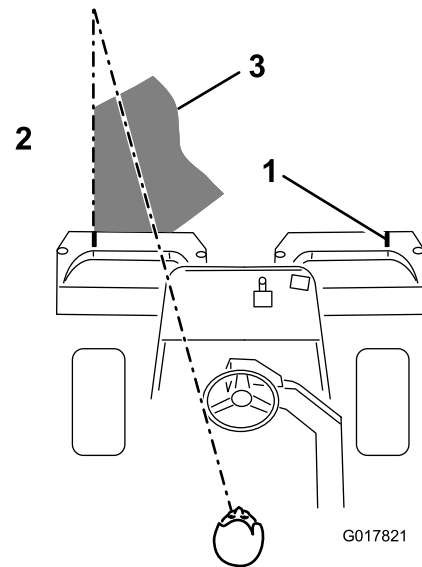

Figura 38
3. Sobreponha uma quantidade mínima com o corte anterior nas passagens adicionais. Para cortar em linha recta ao longo do relvado e de modo a conseguir manter uma distância equitativa entre a extremidade da zona de corte anterior, estabeleça uma linha imaginária de aproximadamente 1,8 a 3 metros à frente da máquina até a extremidade da zona por cortar (Figura 38). Alguns utilizadores acham útil incluir a borda exterior da roda motriz na linha imaginária; por exemplo, mantenha a extremidade da roda motriz alinhada com um ponto que se mantém sempre à mesma distância da dianteira da máquina (Figura 38).